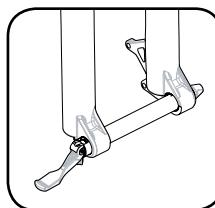

Abb. 2
1. Drehen Sie den Maxle-Hebel in die offene Position (**Abb. 2**). Stellen Sie sicher, dass der Hebel im entsprechenden Schlitz in der Achse fasst.